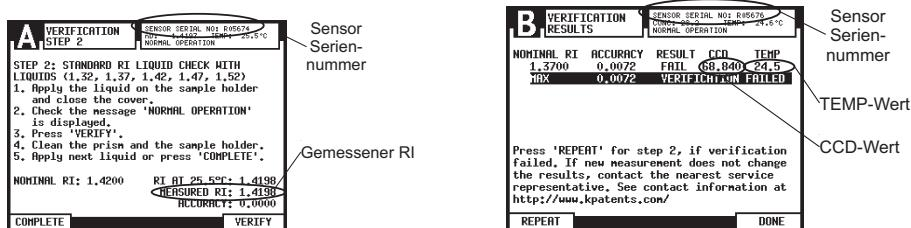

Abbildung 13.10 Feststellen der Verifizierungsinformationen für den Vordruck „PR-23 Sensor Verifizierungsblatt“
Für den Sensorverifizierungsvordruck benötigen Sie die angezeigten Daten des Bildschirms vom Verifizierungsschritt 2 und den Verifizierungsergebnissen. Die Seriennummer des Sensors finden Sie in der oberen rechten Ecke eines jeden Fensters. Der gemessene n_D (RI)-Wert wird angezeigt, wenn VERIFIZ. (Verify) has been pressed in Verification step 2. im Verifizierungs-Schritt 2 gedrückt wird. Die Liste mit den CCD- und TEMP-Werten finden Sie auf dem Display 'Verification Results' (Figure 13.10).